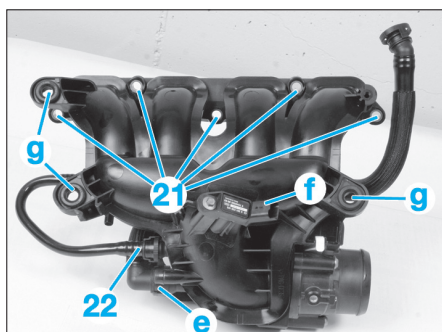

Fig. 42
- les colliers (12) du raccord de sortie d'air turbocompresseur,
- le raccord (13) de sortie d'air turbocompresseur,
- les fixations (14), (15) du raccord intermédiaire d'entrée boîtier papillon.
- Desserrer le collier (16).
- Déposer le raccord intermédiaire (17) d'entrée boîtier papillon.
- Déclipper le tuyau de réaspiration des vapeurs d'huile (18) en "d", "e" (Fig.42).
- le raccord (20) d'entrée boîtier papillon.
- Déposer les fixations (21) du répartiteur d'admission d'air.
- Déclipper le tuyau de purge canister (22) (Fig.42).